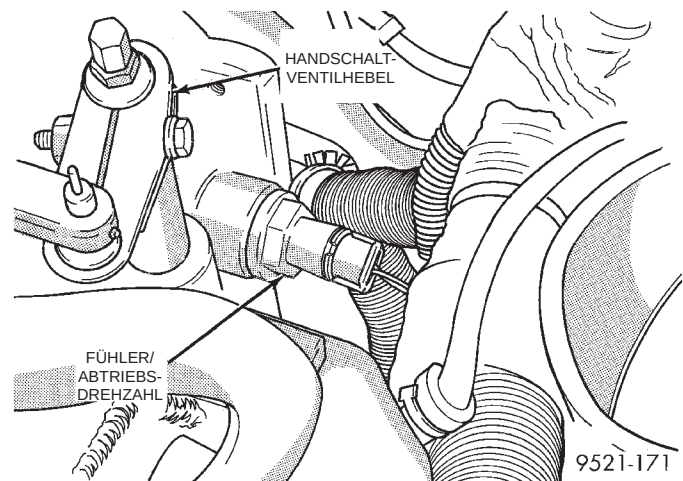

Abb. 52 Fühler/Abtriebsdrehzahl—Automatikgetriebe
(19) Den Anschluß am Geschwindigkeitsabnehmer (VSS) prüfen (Abb. 52).